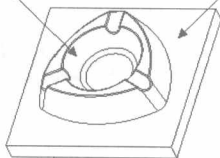
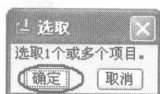

图1-33 选择移动零件和方向参照
图1-34 确定选择的零件
29. 系统提示选择要移动的零件，选择如图 1-33 所示的铸模零件，单击如图 1-34 所示的【选取】对话框中的【确定】按钮结束零件选择，然后选择如图 1-33 所示的顶面为移动方向参照。